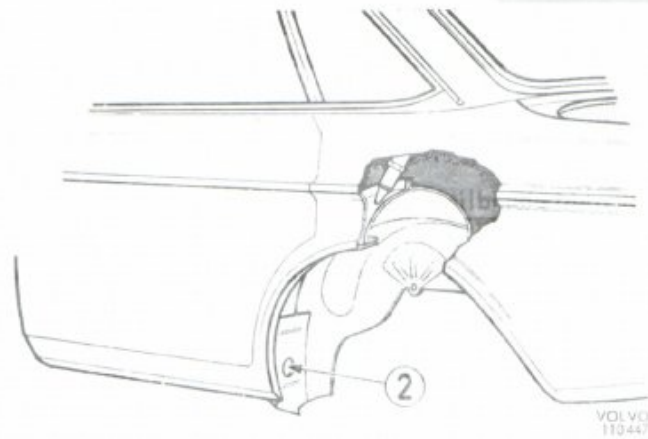

Bild 2
Bottenställaren kan sprutas från hål ( $\varnothing 32$ ) i gavel, se bild 2, (framför bakre hjulhus) till A-stolpe där sprutning påbörjas varefter slangen drages långsamt bakåt under det att sprutning pågår. (Rostskyddsbehandling enligt 2 kan utföras samtidigt).
Klädsel i bagagerum, dvs. paneler vid vänster respektive höger bakskärm demonteras. Från bagageutrymmet mellan bakskärm och hjulbas (se snitt på bild 2) införes munstycket så långt framåt och nedåt som möjligt varvid sprutning påbörjas, därefter drages slangen sakta uppåt under det sprutning pågår. Behandlingen skall utföras på hela längden av skärmkanten från bottensvällare till reservhjulbaljan.
I gavel för bottensvällare (framför bakre hjulhus) införes munstycket och föres så långt upp i C-stolpen som möjligt varvid behandling utföres, se pos. 2 bild 2.